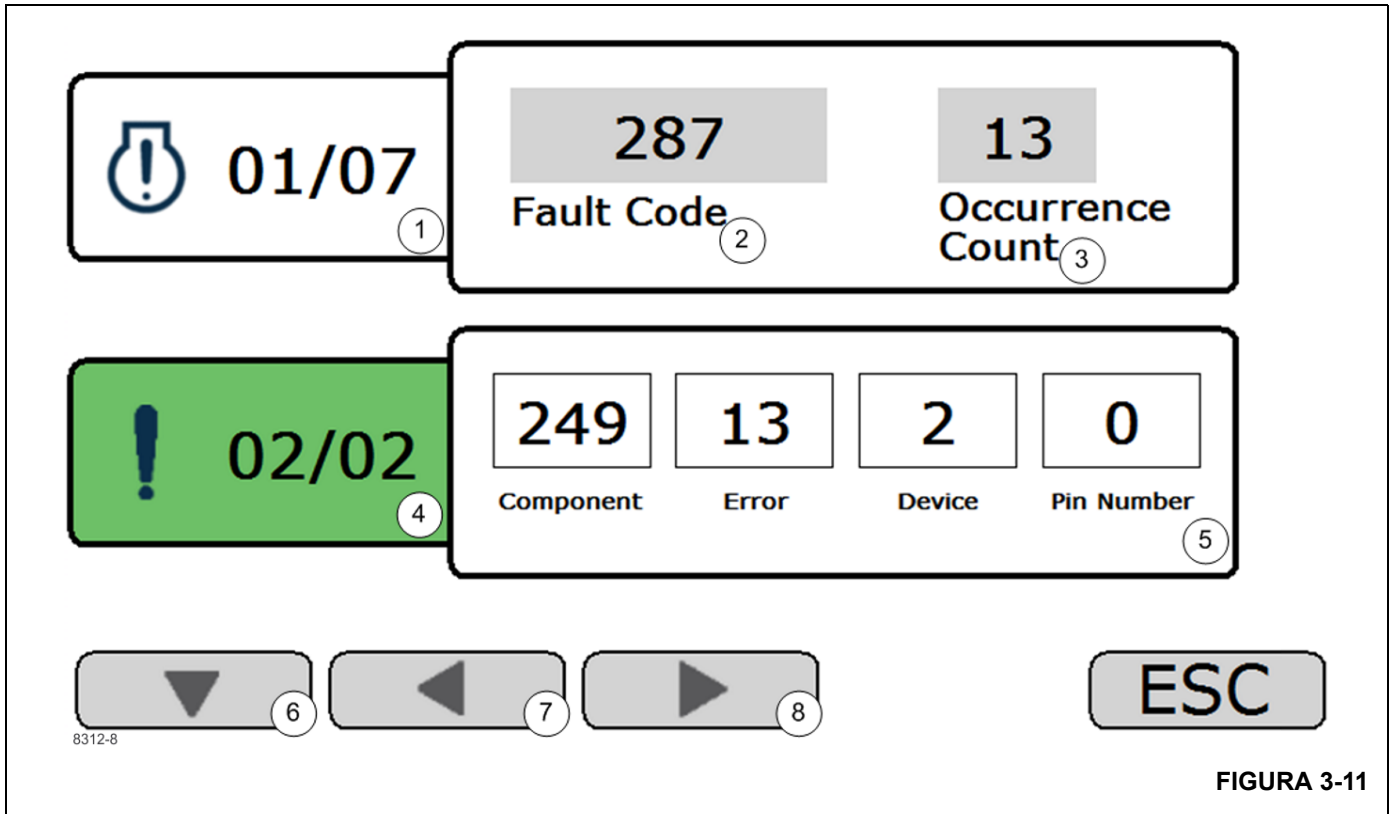

FIGURA 3-11
Vista de fallas (Figura 3-11)
Falla activa de motor (1) (Figura 3-11)